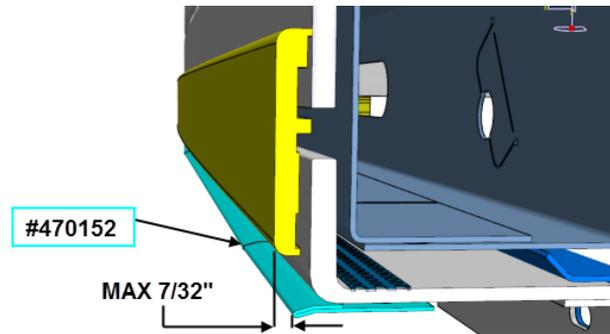

FIGURE 54
14. Installer le larmier no 470152 en utilisant la même méthode que pour le larmier précédent. Faire une pré-installation en utilisant cinq (5) vis #6x1/2 (#500583) et fixer avec des rivets #504339. Par la suite, remplacer les cinq vis par des rivets #504339.
*Le larmier ne devrait pas être déplacé à plus de 7/32 po de la surface de la moulure située au-dessus de celui-lui (FIGURE 54). Le but est d'empêcher l'eau de couler à l'intérieur de la porte du compartiment moteur.*